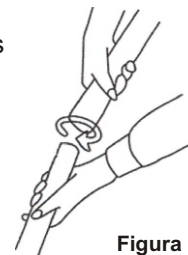

Figura 6
De acordo com a figura 6, posicione um dos tubos prolongadores(2) do lado da bolsa e o outro pelo lado oposto da bolsa, faça movimentos circulares forçando a sua entrada para o encaixe completo.